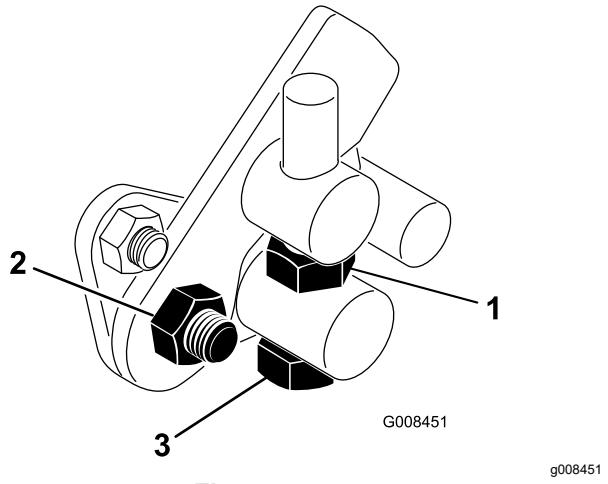

Figura 44
1. Afloje la contratuerca del tornillo de caperuza del muñón (Figura 44).
- 4. Apriete la contratuerca del perno del muñón y la tuerca de la articulación del pedal para bloquear el ajuste (Figura 44). Compruebe el funcionamiento, y vuelva a ajustar si es necesario.
1. Retire la rejilla del radiador (Figura 44).